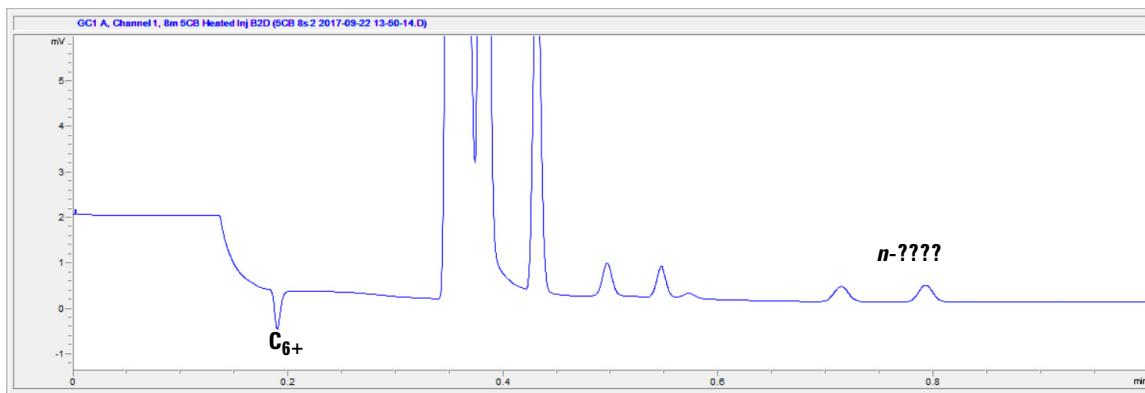

図 38 天然ガス分析用の 5CB カラム（8m）
- 1 バックフラッシュ時間 (BF) を 0 秒に設定します。分析を開始して、溶出したすべての成分のピークを取得します。*n*-ペンタンおよび 2,2-ジメチルブタンのリテンションタイム (RT) を記録します。
- 4 BF 時間を微調整して、2,2-ジメチルブタンのピークが観察されるデータポイント時間を特定します。BF 時間を 0.1 秒ずつ減らして、ピークが消えるまで（ピーク高さが 3 μ V を切るまで）分析を開始します。その値から 0.2 秒を引いた値を、このチャンネルの BF 時間として設定します。8m の 5CB BF2D チャンネルの一般的な「確定」時間範囲は、約 0.3 ~ 0.5 秒です（82 ページの図 38 を参照）。